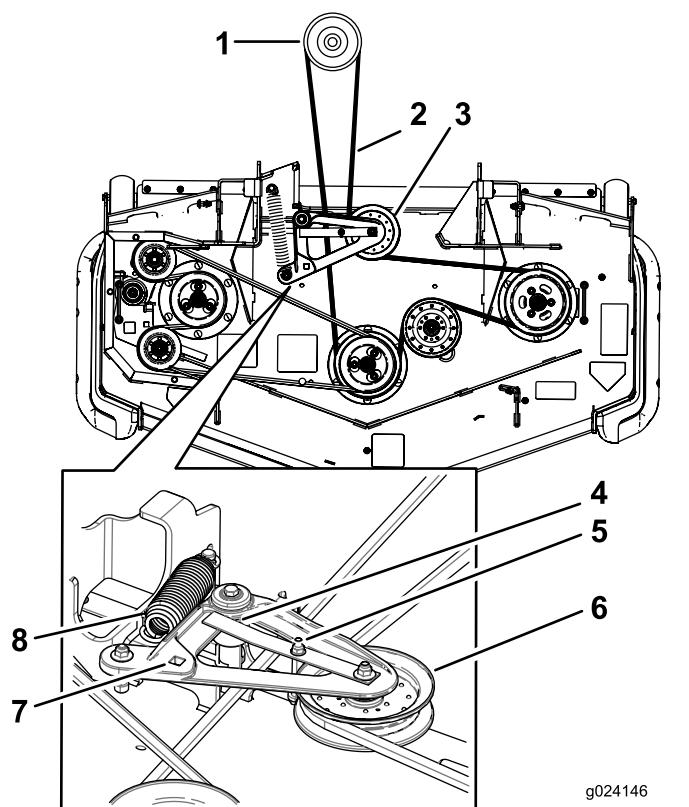

Bild 97
5. Heben Sie den Fahrzeugboden an und stecken Sie eine Ratsche in das rechteckige Loch in der Mähwerkspansscheibe (Bild 97).
6. Drehen Sie die Mähwerkspansscheibe nach rechts und entfernen Sie den Mähwerkriemen (Bild 97).
7. Entfernen Sie die Schrauben an beiden Seiten des Mähwerks (bewahren Sie sie auf), wie in Bild 97 abgebildet.